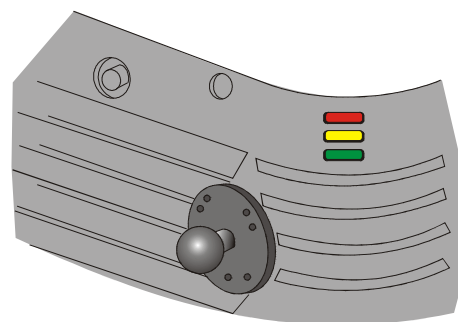

Abbildung 5-1 Status-LEDs des Projektors
2. Prüfen Sie die Status der LEDs an den hinteren Ecken des Projektors. (**Abbildung 5-1**). Keine Aktivität, siehe Nr. 3.